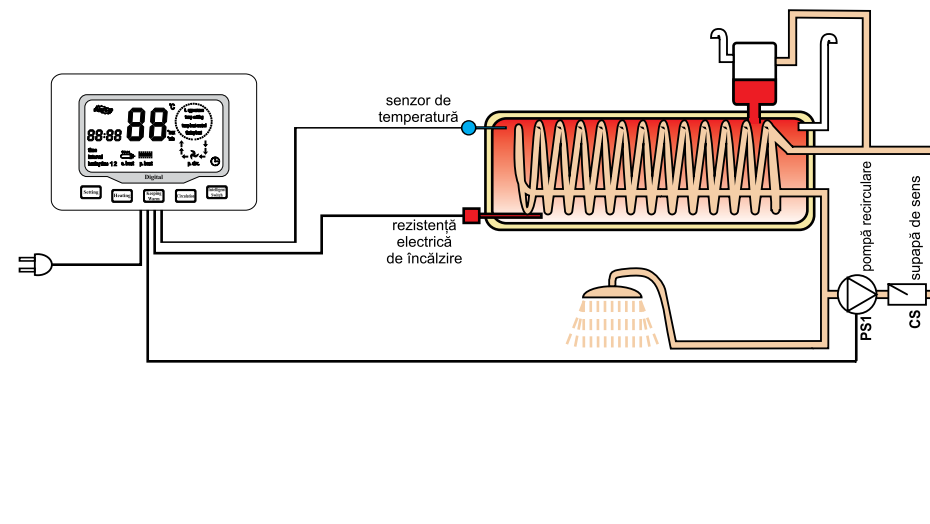

fig. 3
**3.5 Pompa de recirculare a apei calde menajere:** animația de culoare oranj indică funcționarea pompei de recirculare a apei calde menajere (PS1, fig 3). Această pompă are rolul de a recircula apa din țevă în cazul în care circuitul de la colectorul solar la consumator este lung, pentru a se evita formarea unui dop de apă rece pe circuit. Pompa de recirculare a apei calde menajere poate fi pornită sau oprită de la panoul de comandă al aparatului și funcționează doar pe o durată de timp programată (10...60 s).